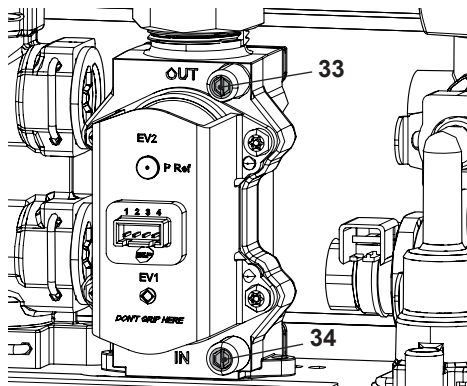

Рисунок 7.1
- При вимкненому (непрацюючому) котлі перевірте тиск подачі газу за допомогою точки відбору 34 на Рисунок 7.1 і порівняйте отримане значення зі значеннями, наведеними в таблиці «Тиск подачі газу» в розділі «Технічні дані M290S.24CM» на сторінці 22, «Технічні дані M290S.28CM» на сторінці 24 і «Технічні дані M290S.32CM» на сторінці 26.
- Повністю перекрийте точку відбору 34 на Рисунок 7.1.
- Відкрийте точку відбору 33 на Рисунок 7.1. і під'єднайте манометр.
ВАЖЛИВО: Після кожного вимірювання тиску газу належним чином перекрийте всі точки відбору, які використовувалися (33 і 34 на Рисунок 7.1). Після кожного регулювання газу елементи регулювання клапана повинні бути герметично закриті.